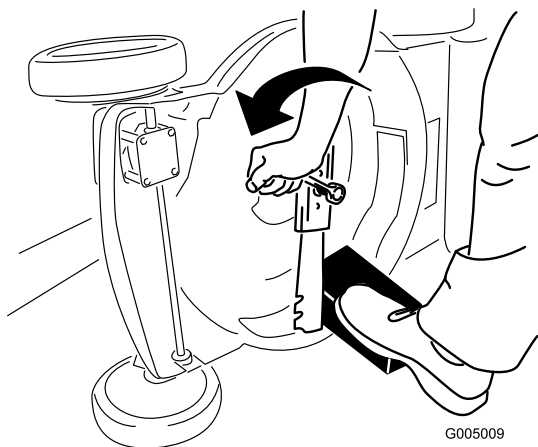

Figura 27
3. Utilice un bloque de madera para inmovilizar la cuchilla (Figura 27).
4. Retire la cuchilla, conservando todos los herrajes de montaje (Figura 27).